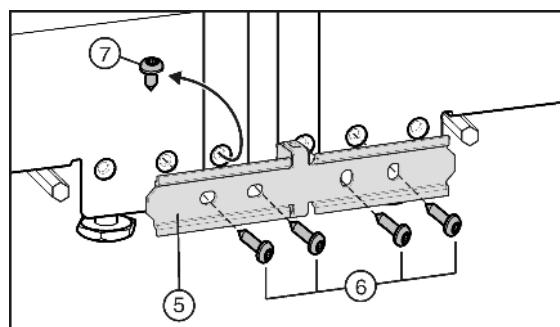

Fig. 6
- Если ваше устройство оснащено предварительно смонтированным винтом Fig. 6 (7): Выкрутите винт. С помощью соединительного листа устройства автоматически выровняются по глубине. Если одно устройство выступает, начните с него. В противном случае начните с левого устройства.
- Установите соединительный лист Fig. 6 (5) и закрепите его на одном устройстве с помощью двух винтов Fig. 6 (6).